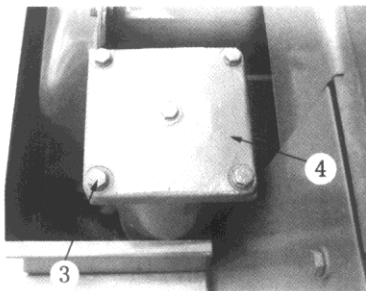

Рис. 6-26.
(2) Удалите болт и крышку, выньте картридж для очистки или замены (см. рис. 6-26).